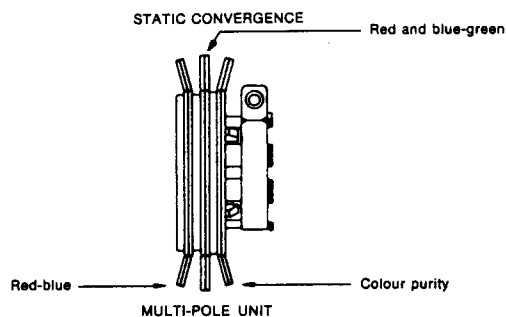

Fig. 1
- Färgrenheten och konvergens är fabriksinställda och skall normalt inte justeras. Fininställning kan dock göras med multipolenhetens magnetringar (se fig 1). Efter justeringen skall magnetringarna fixeras med låslack. OBS! Mottagaren skall vara avmagnetiserad före bedömning av färgrenhet och konvergens.
- Colour purity and convergence have been pre-set at the factory and should normally not require adjustment. Fine-adjustment can however be carried out by means of the magnet rings of the multi-pole unit (see fig. 1). Use locking lacquer to secure the magnet rings after adjustment. Note that the receiver should be degaussed, by an external degaussing coil, before judging colour purity and convergence.
- **Farbreinheit und Konvergenz** sind in der Fabrik eingestellt und brauchen normalerweise nicht nachgestellt werden. Eine Feineinstellung kann jedoch mit den Magnetringen der Multipoleinheit durchgeführt werden. Siehe Bild 1. Nach der Justierung der Farbreinheit müssen die Magnetringe mit Sicherungslack fixiert werden.